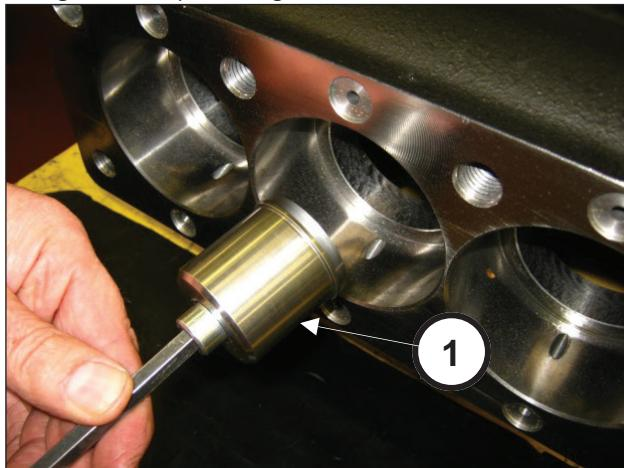
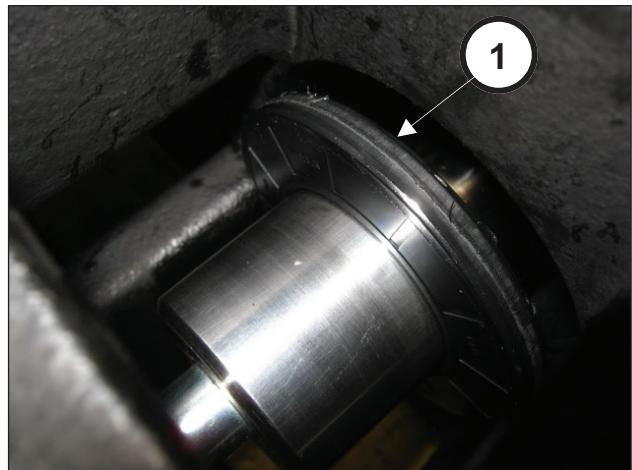

Fig. 34
Fig. 35
Introducir la herramienta (pos. ①, Fig. 34) y enroscarla en el vástago a fondo (pos. ①, Fig. 35).
Comprobar que el cárter esté limpio e introducir el grupo semibielas-guía pistón dentro de las levas del cárter (pos. ①, Fig. 35).
Bloquear los tres grupos con la herramienta cód. 27566200, (pos. ①, Fig. 34).